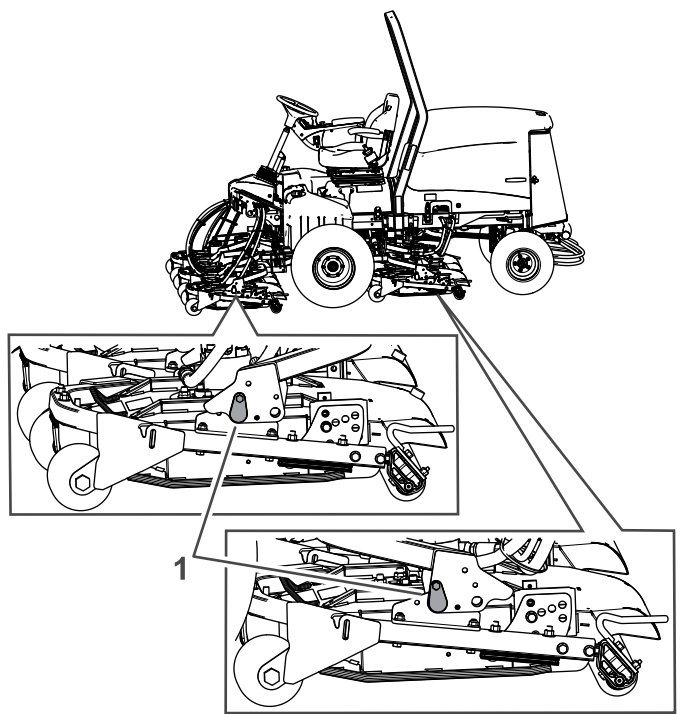

図 20
**重要** 後カッティングデッキに作業を行う場合には、デッキを外して行う方がずっと簡単です。カッティングユニットを下げ、図 20 に示すボルトとピンを取り外してカッティングユニットをフレームから取り外す。